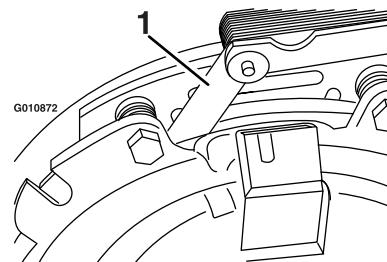
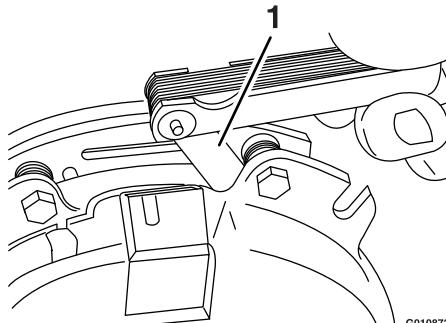

Figura 76
Figura 77
- E. Servendovi di uno spessimetro con spessore di 0,25 mm, verificate la presenza di un traferro tra il rotore e l'indotto, a entrambi i lati del giunto del freno, come illustrato nella Figura 76 e nella Figura 77.